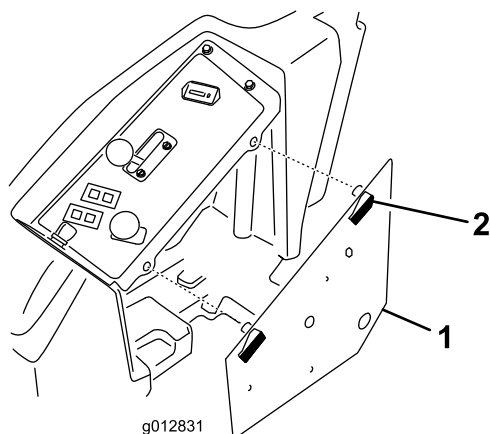

図 22
- コントロールパネルカバーのラッチを外してカバーを取り外す 図 22。
6. コントロールパネルカバーのラッチを外してカバーを取り外す図 22。